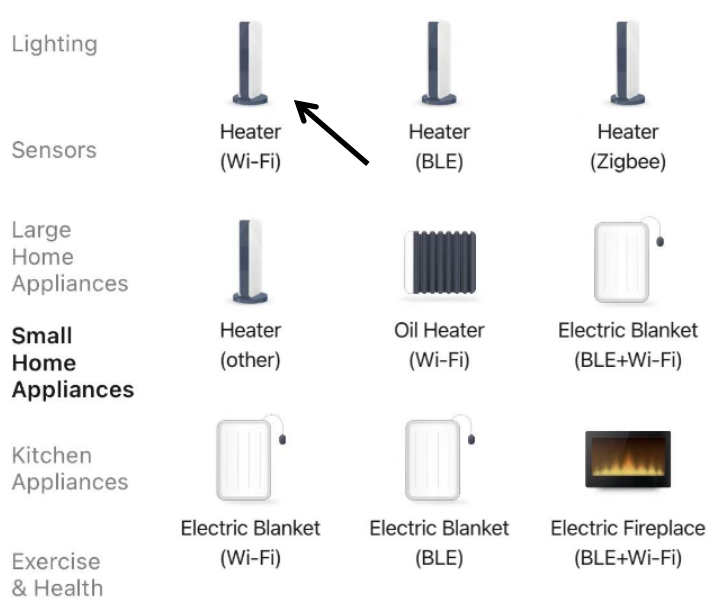

Fig. 2
3. Individuare la categoria "Small Home Appliances" e premere l'icona "Heater (Wi-Fi)" (Fig. 2). Apparirà un messaggio con la richiesta di utilizzare una rete Wi-Fi a 2,4 Ghz e di inserire la password (Fig. 3); premere "Next" per continuare. Apparirà la schermata illustrata in Fig.4.